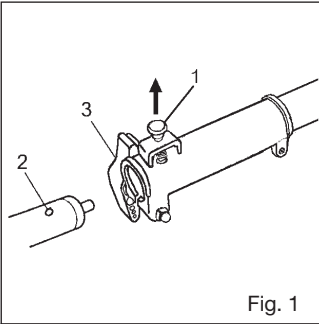

Fig. 1
(Fig. 1)
2. Zusammenbau (Fig. 1)